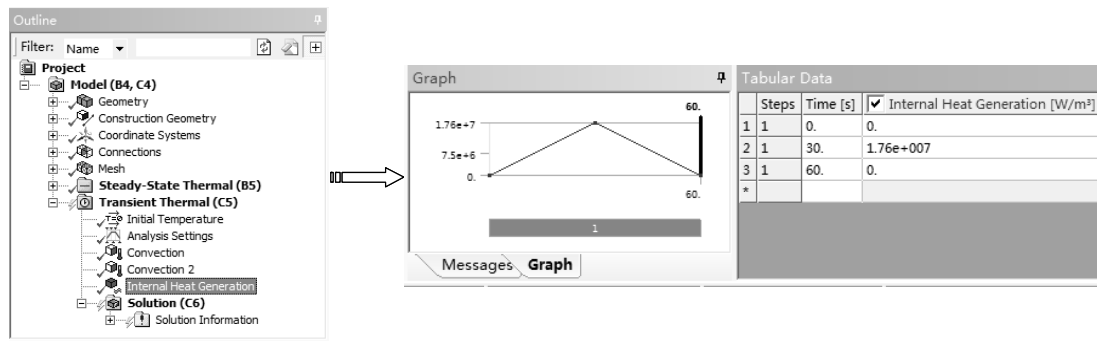

图 11-59 设置热生成参数
4) 在【Transient Thermal (C5)】下选择【Internal Heat Generation】节点，在【Tabular Data】窗口修改 Internal Heat Generation 载荷，如图 11-59 所示。